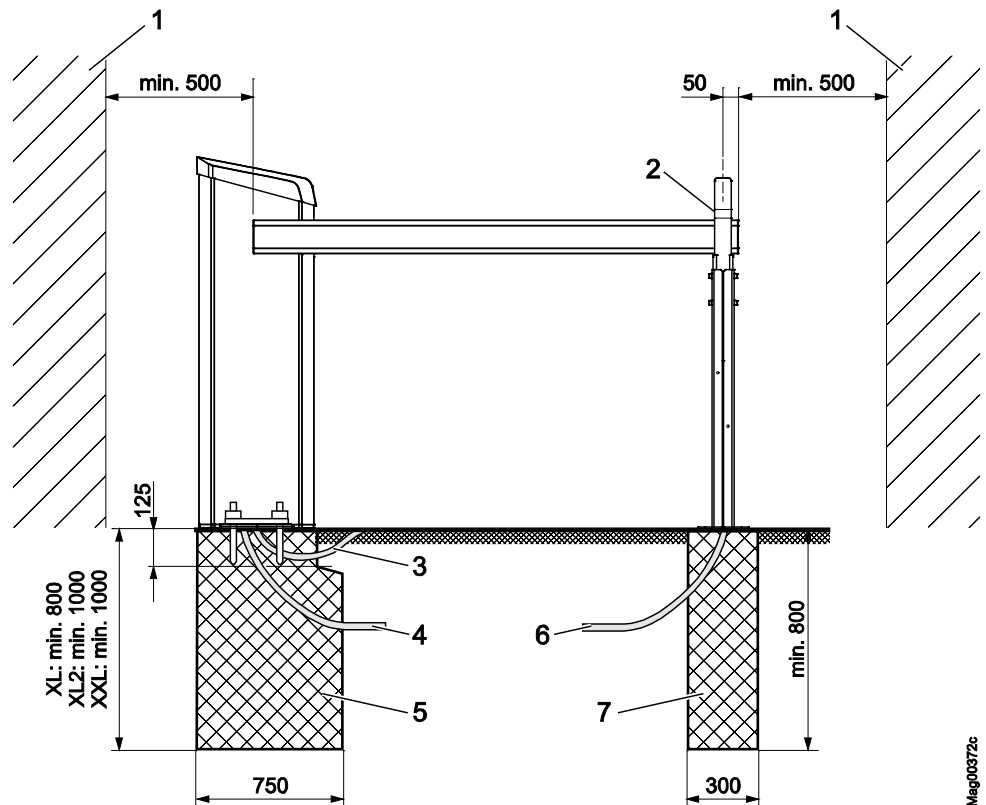

Abb. 12: Montage Schrankenanlage (Maße in mm)
- Zwischen Schrankenbaum und anderen Objekten wie Wände, Mauern oder Häusern einen Sicherheitsabstand von mindestens 500 mm einhalten. → Siehe Seite 47, Abb. 12.
→ Siehe Seite 47, Abb. 12 und Seite 49, Abb. 13.
- Zwischen Schrankenbaum und anderen Objekten wie Wände, Mauern oder Häuser einen Sicherheitsabstand von mindestens 500 mm einhalten. → Siehe Seite 47, Abb. 12.
→ Siehe Seite 47, Abb. 12 und Seite 51, Abb. 15.
1. Fundamentloch gemäß Abb. 12 und Abb. 15 ausheben.